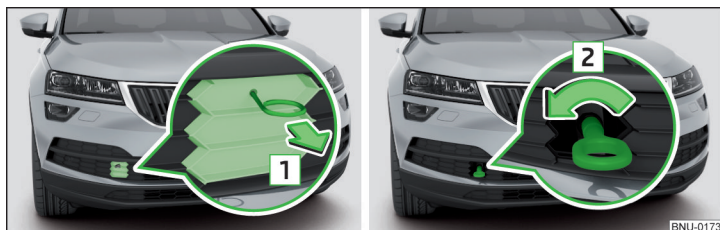

Fig. 319 Retirar la reja de protección / Instalar la argolla de remolque
- ▶ Para **retirar**, introducir el estribo para retirar el tapacubos en el rebaje en la reja de protección y retirar la reja de protección en el sentido de la flecha **1** » fig. 319.
- ▶ Para **instalar**, enroscar la argolla de remolque a mano en el sentido de la flecha **2** » fig. 319 hasta el tope » **1**.